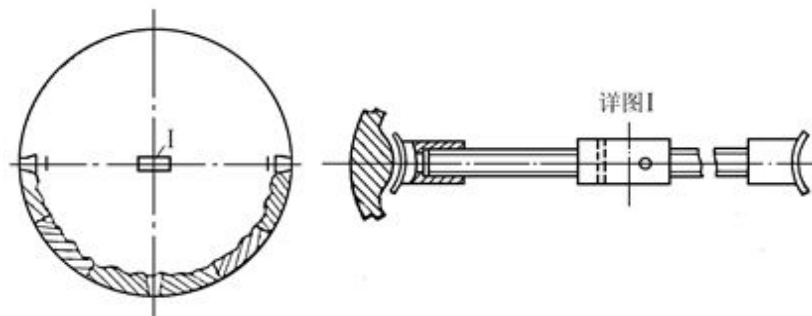

图 F-4 顶衬工具
(1) 转动大罐使任意一排楔形衬板位于大罐轴心线同一水平面上，用图 F-4 所示的顶衬板工具将衬板顶牢，再卸掉楔形衬板的连接螺栓，如图 F-5(a) 所示。